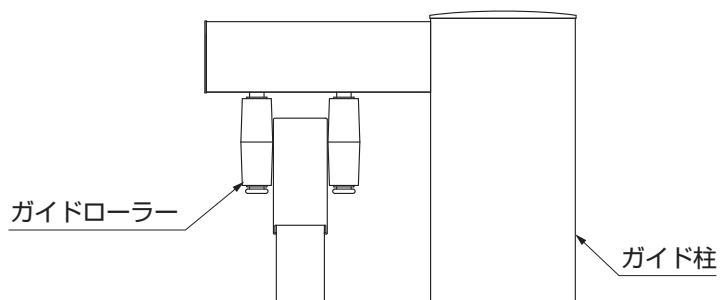

図4-2
- ②ガイド柱の埋込み位置、水平、垂直を確認し、固定してください。(図4-2参照)